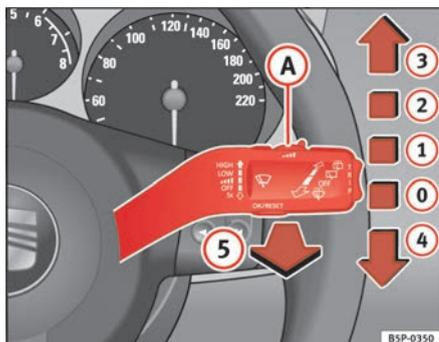

Fig. 82 Palanca del limpia-lavacristales
La palanca del limpiacristales ⇒ fig. 82 tiene las siguientes posiciones:
- Si se detiene el vehículo estando el limpiaparabrisas funcionando en la posición **2** ⇒ página 127, fig. 82 o en la posición **3**, automáticamente comenzará a funcionar en una posición inferior. Si el vehículo reinicia la marcha, el limpiaparabrisas seguirá funcionando en la posición seleccionada originalmente.